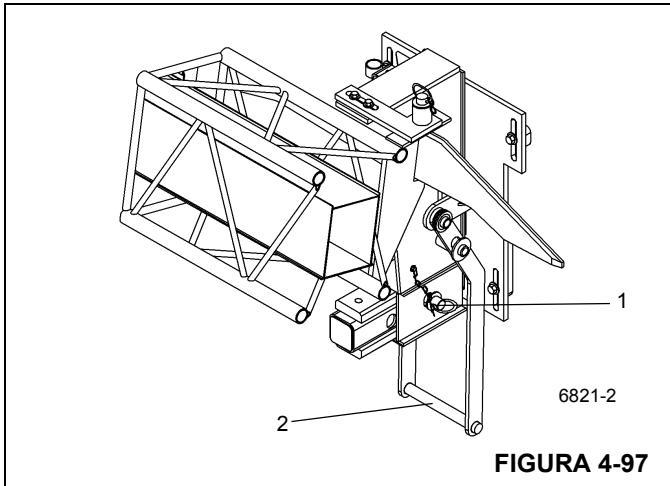

FIGURA 4-97
14. No suporte de armazenamento traseiro, remova o pino de retenção (Figura 4-97, 1) que fixa o suporte deslizante na posição "EXTERNA". Pressione a alavanca (Figura 4-97, 2) para empurrar a lança articulada contra a parte traseira da lança
15. Desengate as conexões de fixação da lança articulada dos olhas de fixação da extremidade da lança. Instale o pino de retenção (Figura 4-97, 1) que fixa o suporte deslizante na posição "INTERNA".